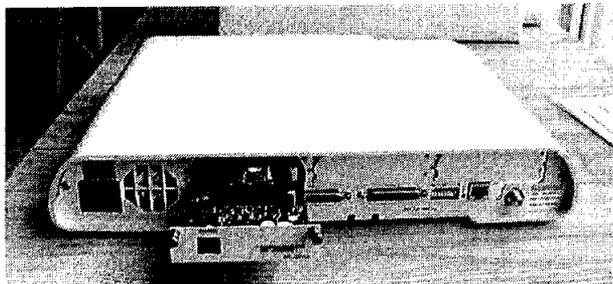

FIG. 14
7. Empuje con fuerza hasta que escuche un clic y entonces apriete los tornillos. Ver Fig. 14